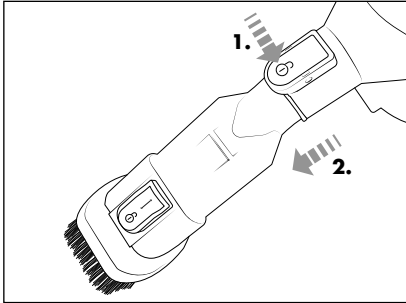

Fig. 9
- ♦ For at fjerne 2-i-1 kombibørsten **8** fra produktet skal du trykke på oplåsningsknappen **17** og holde den nede. Tag derefter 2-i-1 kombibørsten **8** af produktets sugeåbning (se fig. 9).